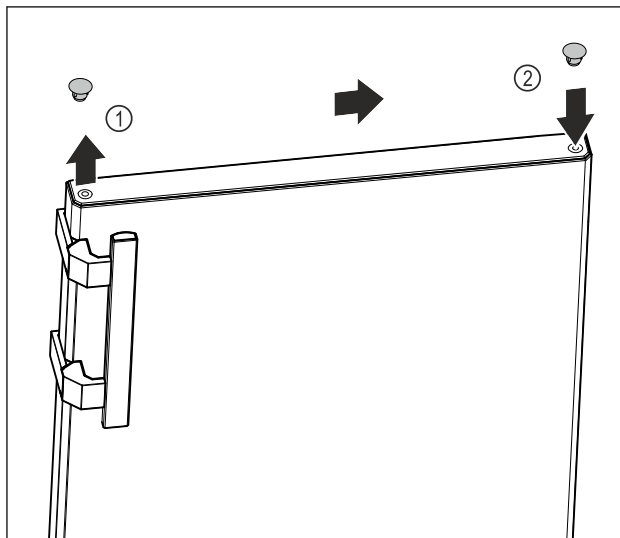

Fig. 9
- Lyft försiktigt täckplugg på dörrens ovansida Fig. 9 (1) med spårskruvmejsel.
- Sätt in täckplugg på motsatta sidan. Fig. 9 (2)